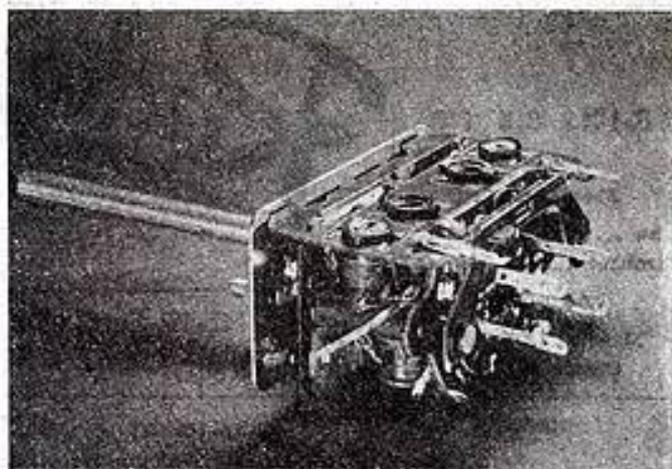

Fig. 3. — Le Bloc Dauphin 3 gammes présenté par Oréga.
8) Aligner les ajustables MF C5 et C6. Transférer le fil de sortie de l'hétérodyne du point 8 au point 3 sur le récepteur et régler l'alignement des ajustables C3 et C4. On verra alors apparaître sur l'écran de l'oscillographe un des diagrammes illustrés par la figure 3. Si le diagramme dérive en travers de l'écran, régler le contrôle d'amplitude de synchronisation de manière à obtenir une image fixe. La figure 3 (A) indique un bon alignement et un fonctionnement correct du circuit. Noter que cette courbe de sélectivité indique une résonance ni trop aiguë ni trop floue. Les figures 3 (B) et (C) dénotent une surcharge. La courbe de la figure 3 (D) indique une résonance floue résultant d'un réglage incertain ; c'est ce qui se produit lorsque le réglage des divers ajustables a été effectué dans le sens opposé à celui de la résonance. La double courbe de la figure 3 (E) dénote un très mauvais désaccord ; c'est en général le premier diagramme qui apparaît avant le réglage des ajustables parallèles.
les ajustables C1 et C2 placés sur les sections oscillateur et détecteur du condensateur variable d'accord, de manière à obtenir le type du diagramme de la fig. 3 (A) dénotant une résonance aiguë.
10) Accorder l'hétérodyne et le récepteur sur une fréquence de 600 kilocycles/sec. et répéter les opérations décrites en (9), mais en procédant cette fois au réglage d'ajustable Cp, d'oscillateur au lieu de celui des ajustables parallèles.
L'alignement visuel des récepteurs superhétérodynes à haute-fidélité ou possédant un amplificateur HF à résonance qui utilisent des étages à accord flou, s'effectue de façon analogue à celle que nous avons indiquée précédemment en (2), à l'exception toutefois que le diagramme d'alignement désiré ressemble à celui de la figure 3 (D). La largeur du diagramme (courbe de sélectivité) en kilocycles peut être déterminée en se référant à l'échelle de lecture du contrôle de largeur du balayage, par le générateur-hétérodyne à modulation de fréquence utilisé. Nous indiquerons plus tard (par-
Le but de l'alignement à résonance floue, nécessaire pour assurer une bande passante de haute-fidélité, est d'obtenir une courbe (un diagramme) dont le sommet est aussi droit et horizontal que possible. La résonance floue doit être obtenue sans trop de perte de hauteur ou d'ondulation du sommet, telle qu'elle est illustrée par le diagramme de la figure 3 (F).